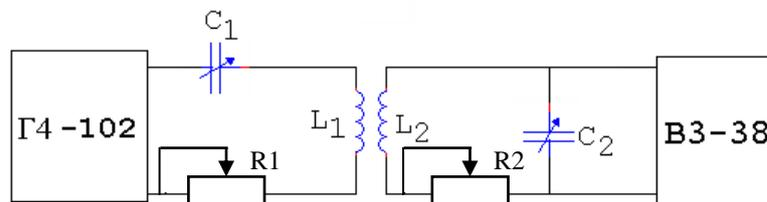

Рис. 4
5.1 Собрать схему измерений (рис. 4).